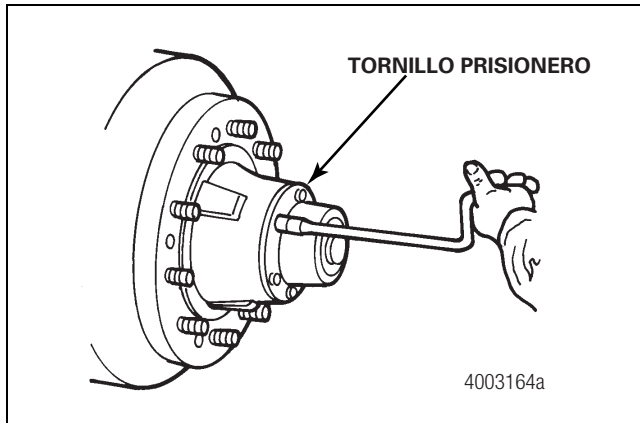

Figura 5.13
8. Instale la tapa de maza apretando los tornillos prisioneros hasta 15-30 lb-pie (20-41 N•m) en forma entrecruzada. Coloque una junta de tapa de maza nueva. Figura 5.13.